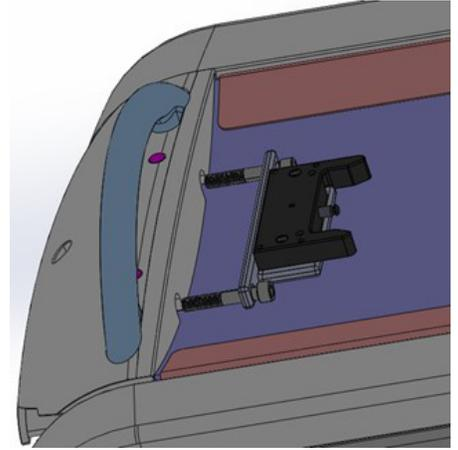

图 1
使用 (2) M12 螺栓插入 CT 床板手柄配件中, 将脚端碰锁配件固定到 Canon CT (图 1)。